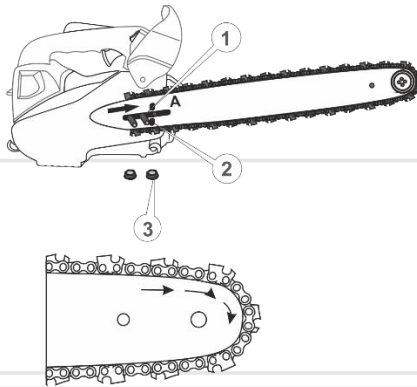

Рисунок 3. Схема встановлення шини із ріжучим ланцюгом.
8. Трішки змістите шину в напрямку стрілки (А, рис.3), щоб ланцюг злегка натягнувся.
9. Встановіть кришку кріплення шини таким чином, щоб штифти регулятора ланцюга (1, рис. 3) точно збіглися з натяжним отвором шини (2, рис.3).
10. Закрутіть гайки (3, рис. 3) не затягуючи її.